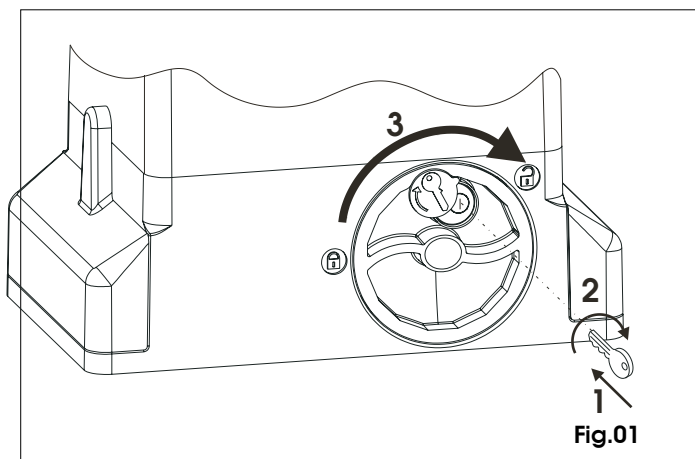

Fig.01
- 1) Inserire l'apposita chiave in dotazione e ruotarla in senso orario come indicato in Fig.01 rif.1 e 2.
- 2) Ruotare il sistema di sblocco in senso orario sino all'arresto meccanico, Fig.01 rif.3.